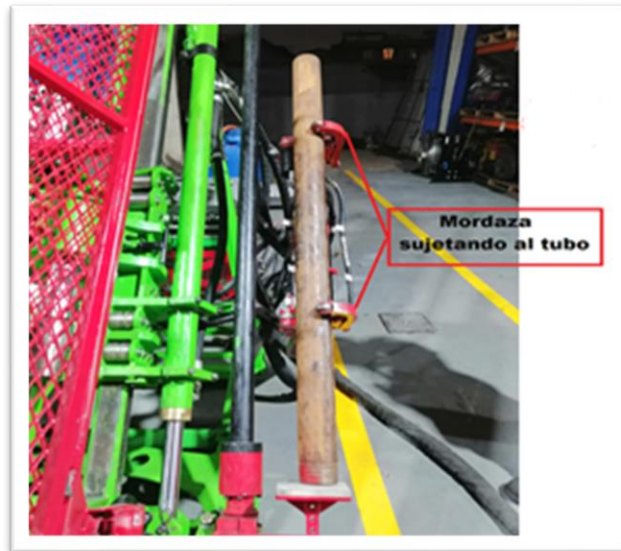

Imagen 4 Mordaza sujetando al tubo
- El ayudante 1 acciona la palanca MORDAZA hacia **ARRIBA** para cerrar o activar la mordaza sujetándole al tubo, ver imagen 4.